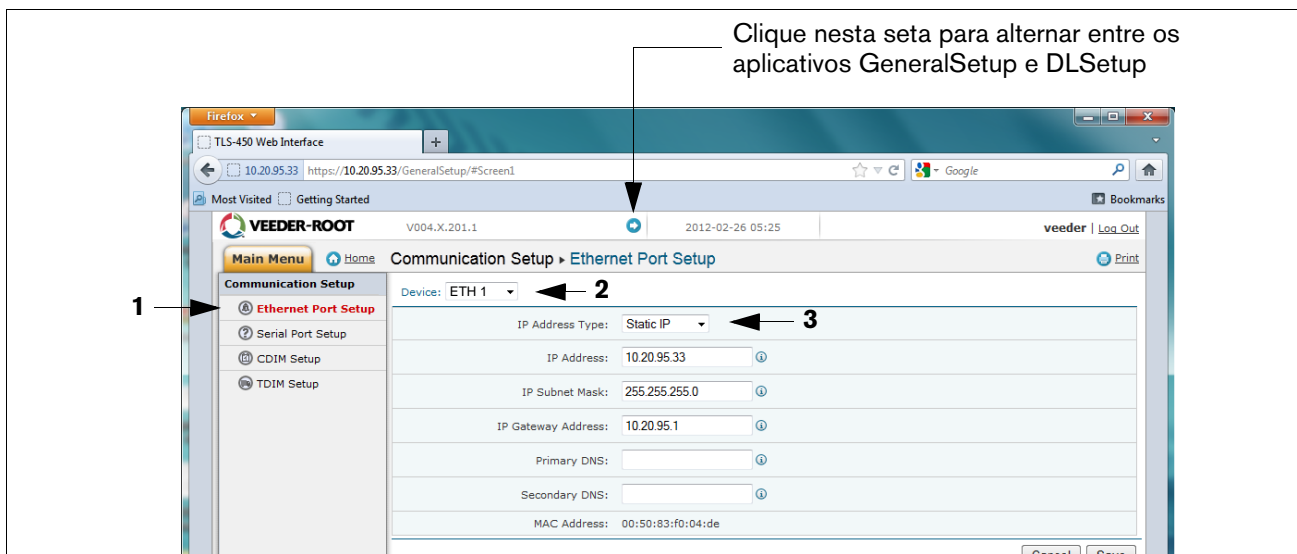

Figura B-4. Configuração da porta Ethernet
OBSERVAÇÃO: O registrador de dados roda dois aplicativos ao mesmo tempo; um programa os protocolos gerais de co-municação (GeneralSetup), enquanto o outro programa a forma como o registrador de dados coleta suas informações (DLSetup). Para alternar entre os dois programas, pressione a seta azul na parte superior do meio da tela (ver Figura B-4). Depois de fa-zer as seleções/alterações nos campos de quaisquer páginas, clique no botão Salvar para registrar suas modificações, ou clique em Cancelar para descartá-las. As telas de programação usadas para configurar o registrador de dados estão listadas na Tabela B-2.
7. Na página “Configuração da comunicação” (ver Figura B-4), clique em “Configuração da porta Ethernet” (1) e selecione o tipo de dispositivo “ETH 1” (2) do menu em lista. No campo Tipo de endereço IP (3):
Se o local estiver usando endereço de IP estático, selecione “IP estático”; insira o endereço de IP atribuído pelo administrador de sua rede. Depois que tiver finalizado, clique no botão “Salvar” para guardar essas configurações (ver exemplo em Figura B-4).